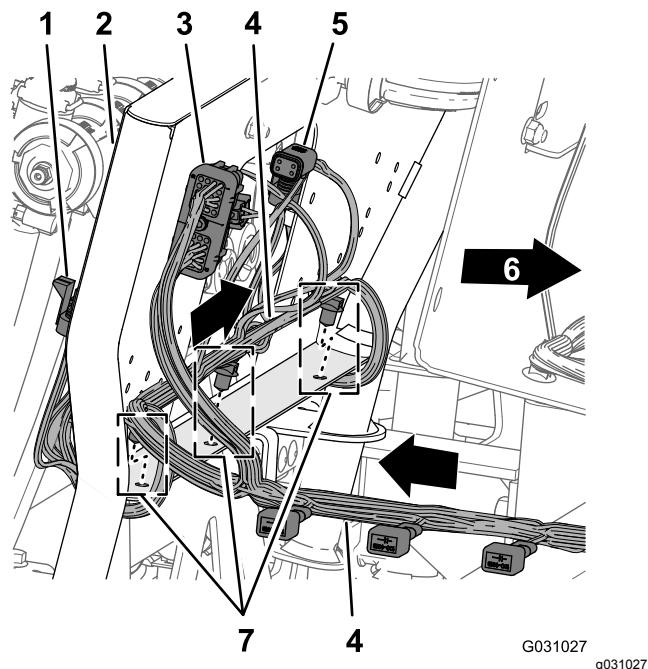

Figura 107
1. Enrute la rama de 218,4 cm del arnés de cables por detrás del soporte de 10 válvulas con los 10 conectores de las válvulas de boquilla hacia atrás y por debajo de las válvulas (Figura 107).
2. Introduzca las grapas de la rama de 218,4 cm del arnés de cables en los orificios de la pestaña inferior del soporte de 10 válvulas (Figura 107).